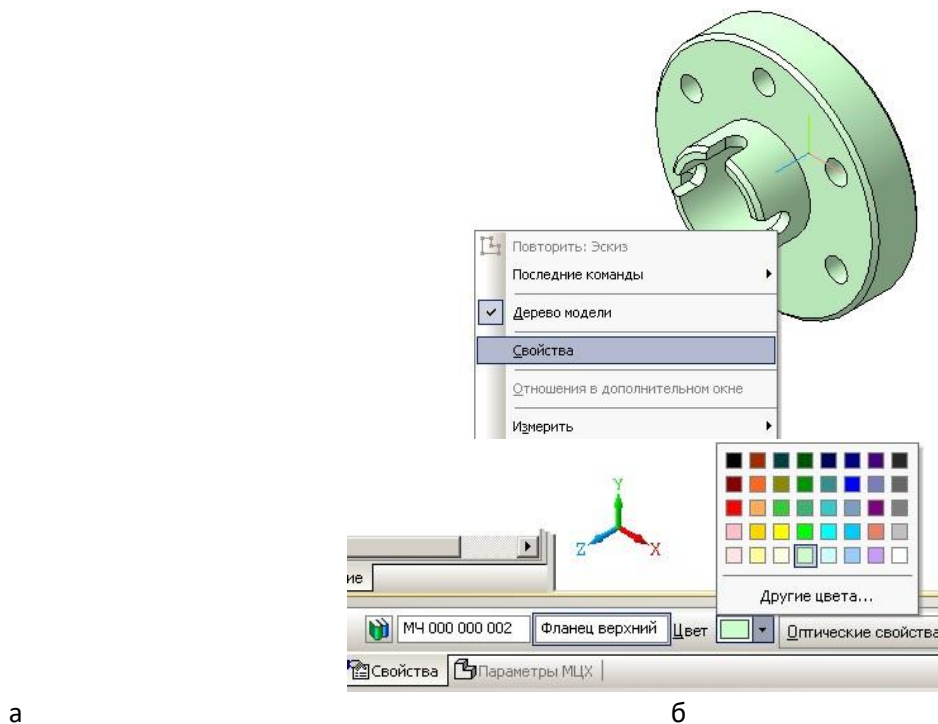
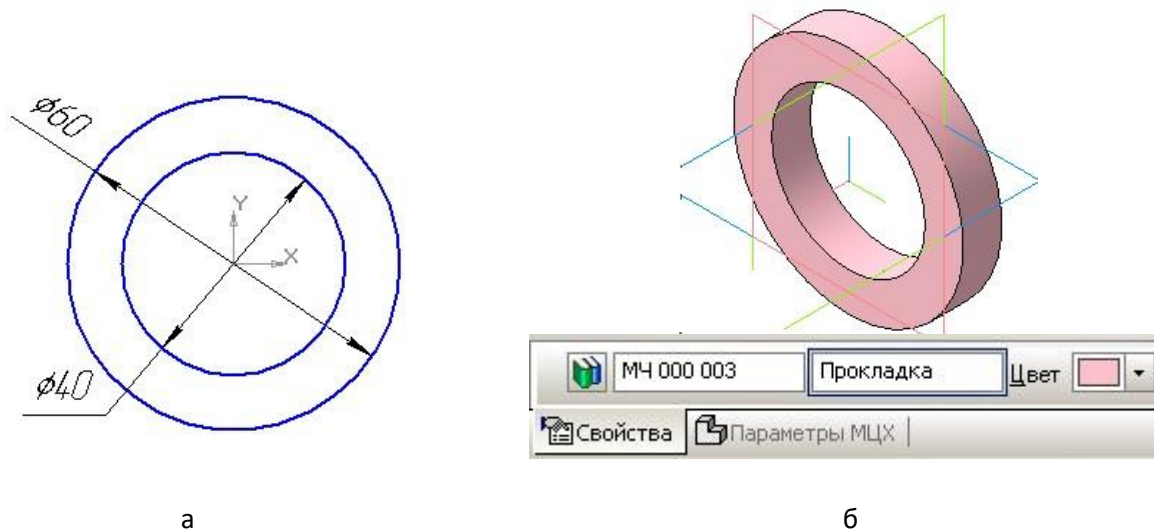

Рисунок 8 – Призначення властивостей моделі
Рисунок 9 – Створення деталі Прокладка
37. Натисніть кнопку **Новый эскиз**  і зобразіть ескіз відповідно до схеми (рис.8).
40. Виконайте заокруглення та фаски відповідно до рис. 9.
Рис. 8 та Рис. 9
Клацніть правою кнопкою миші на вільному полі. У меню, що випадає, виберіть команду **Свойства** (рисунок 8а). У рядку параметрів призначте колір, матеріал і заповніть назву та позначення (рисунок 8б).
Створіть ескіз прокладки за розмірами пазів у фланцях (рисунок 9а). Видавти на відстань **10 мм**. У рядку праметрів заповніть назву, зміну кольору та матеріалу (рисунок 9б). З бібліотеки матеріалів виберіть **Смесь резиновая** Матеріал для прокладки виберіть у меню, що випадає (рисунок